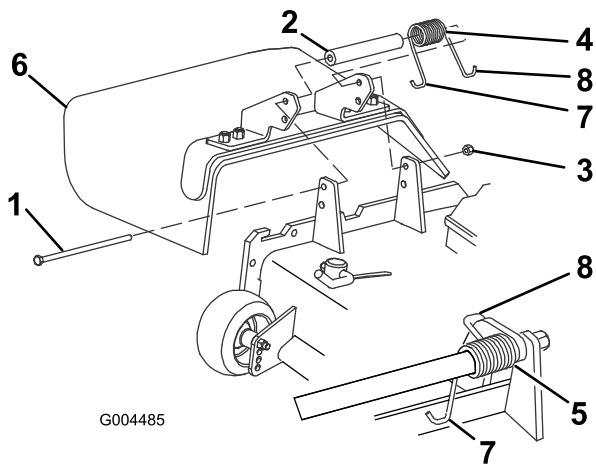

図 78
- デフレクタをピボット・ブラケットに固定しているロックナット、ボルト、スプリング、スペーサを外す(図 78)。デフレクタを取り外す。
3. デフレクタのブラケットの間にスペーサとスプリングを入れる (図 78)。スプリングの左側のフックを、デッキのエッジに引っ掛ける。
4. ボルトとナットを取り付ける。スプリングの右側のフックを、デフレクタに引っ掛ける (図 78)。